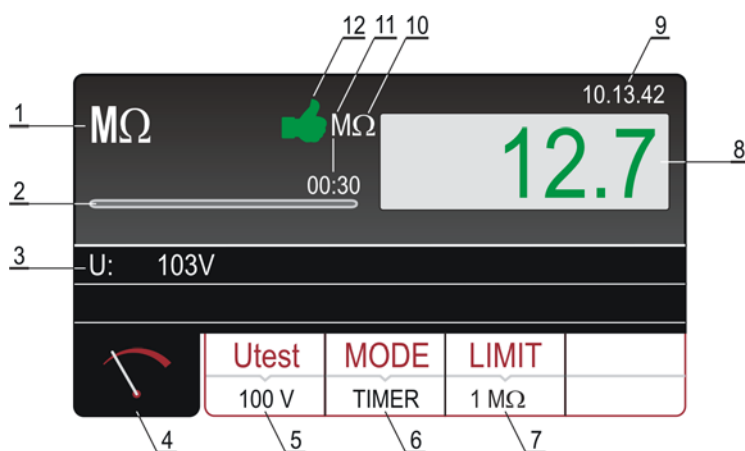

Figura 11: Ecrã dos resultados dos testes RISO
- 7) Efetuar a medição premindo o botão **START/STOP**. A medição será iniciada e será terminada após uma nova pressão do botão **START/STOP** (modalidade MANUAL) ou no final do tempo de medição configurado (modalidade TIMER) ou ao atingir-se um resultado estável (modalidade AUTO). O resultado da medição aparecerá no display a verde (resultado superior ou igual ao valor limite configurado) ou a vermelho (resultado inferior ao valor limite configurado). O resultado final será acompanhado do símbolo  verde e por um sinal acústico (resultado OK) ou pelo símbolo  vermelho e por um sinal acústico prolongado (resultado não OK). A Figura 11 mostra um exemplo de ecrã com os resultados das medições.